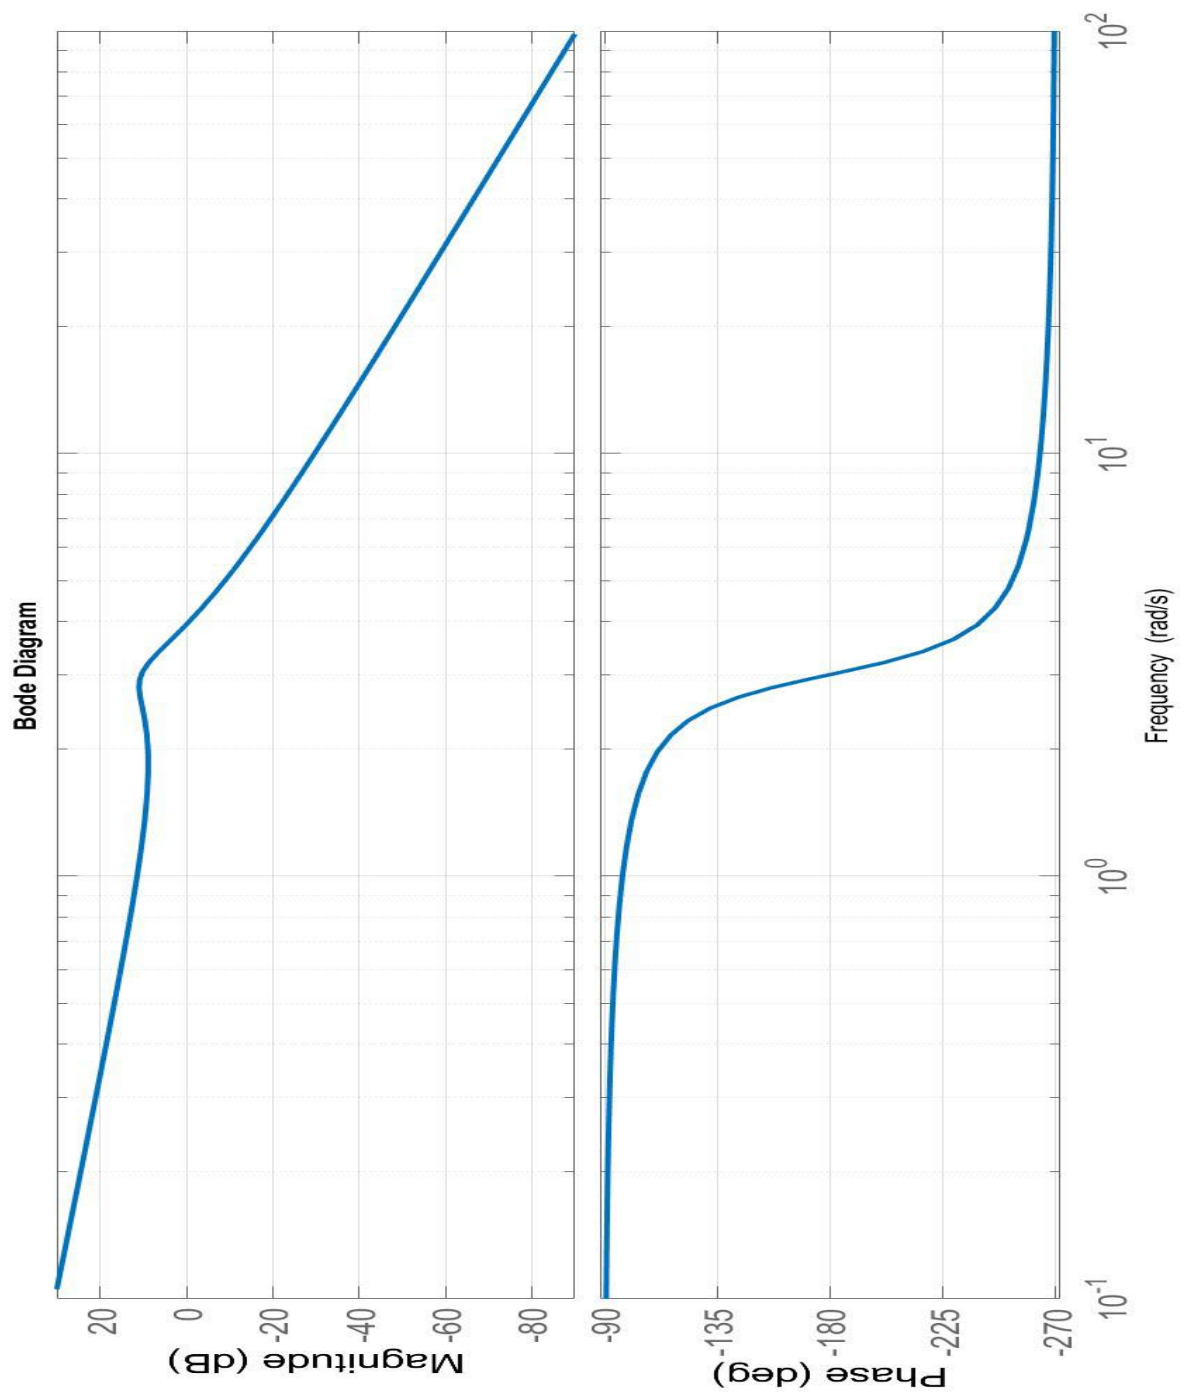

Figure 4: Diagramme de Bode de $G(s)$ (question #4)
- En considérant un compensateur proportionnel défini par $G_C(s) = K_C$, calculer le gain K_C qui assure d'avoir un dépassement de 2.5% de la réponse transitoire. Le diagramme de Bode de la fonction de transfert $G(s)$ est montré en Figure 4 (à la page suivante) pour vous aider dans la conception. Détailler clairement chaque étape de la démarche de la conception.